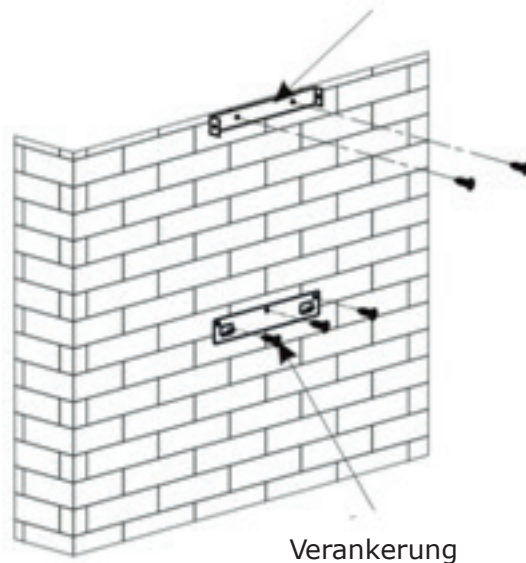

Bild 2
- 1.2 Ist die Höhe definiert, bringen Sie die Verankerung an der entsprechenden Stelle an. Dazu müssen Sie zuerst Bohrungen setzen (Sie benötigen eine Bohrmaschine, passende Bohrer, Dübel und Schrauben) und anschließend die Verankerung mit den Schrauben an der Wand befestigen. Nachdem die Verankerung fixiert ist, bringen Sie nach dem ähnlichen Verfahren die innenliegende Klammer für die Kaminverblendung an (siehe Bild 2). Achten Sie bitte auf den richtigen Abstand (messen Sie bitte den Abstand aus), da die Kaminverblendung später an der Klammer befestigt wird.